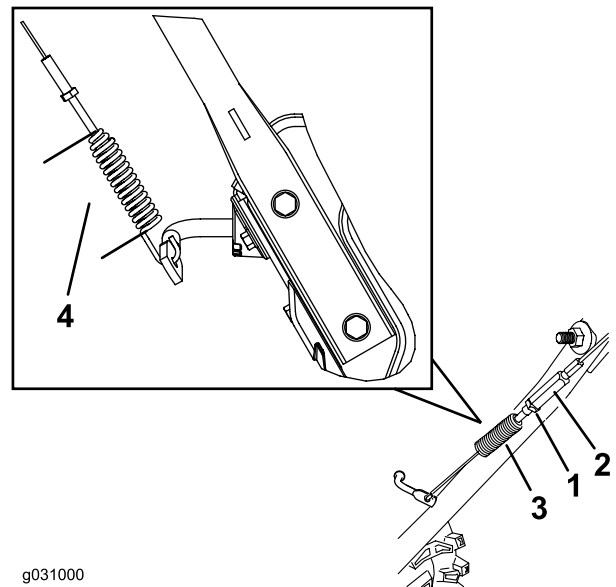

Bild 38
3. Lösen oder ziehen Sie die Spannschraube an, um die Federlänge auf 7 cm einzustellen (Bild 38).
4. Ziehen Sie die Klemmmutter (Bild 38) an und stellen Sie sicher, dass der Antriebsbowdenzug etwas gespannt ist.